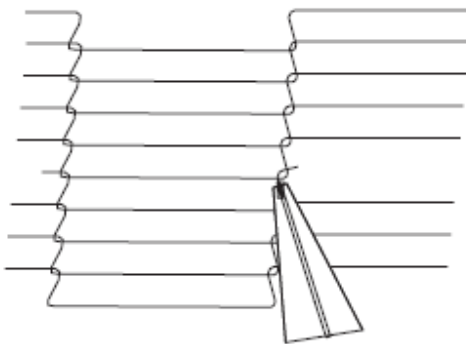

Рисунок 4-29
6. Рассоединение внутренних соединяющих звеньев (Рисунок 4-29)